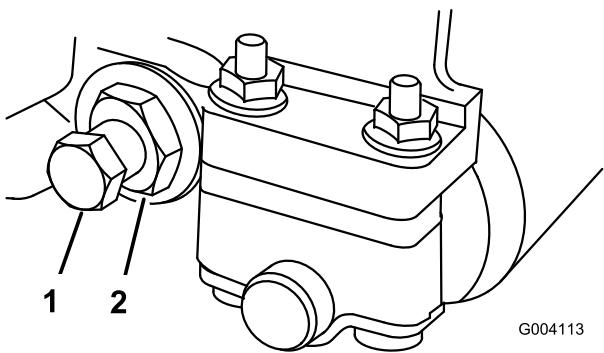

図 66
2. スプリング・テンション・ナットをゆるめて、ワッシャがベッドバーを全く押さないようする(図 66)。
3. ベッドバー・ボルト(図 66)を固定しているジャムナット(機体両側)をゆるめる。